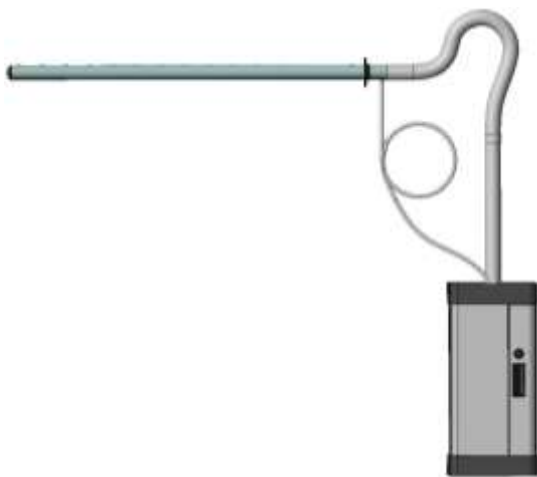
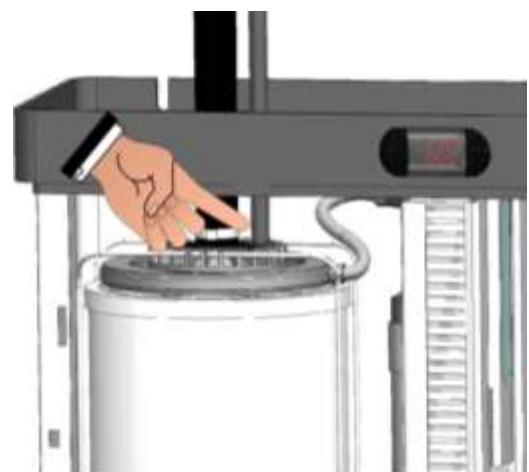

Fig.44
Fig. 45
2. Si le distributeur de vapeur est placé plus haut que l'humidificateur et que le tube de vapeur génère un siphon (fig. 44), le tube de récupération des condensats doit être installé directement dans le manchon de cylindre approprié de l'humidificateur (fig. 45) ou dans un puits de collecte d'eau. La récupération des condensats est réalisée en connectant le tube PEGO UMITUBODN10, spécifique à ce type d'application, au manchon de diamètre 10mm du distributeur de vapeur. Dans le trajet du tube de récupération des condensats, du distributeur de vapeur à l'humidificateur ou du distributeur de vapeur au puits, il est nécessaire d'effectuer un siphon avec un tour complet d'un diamètre minimum de 200mm; le siphon doit également être rempli d'eau avant l'installation. Cela empêchera la sortie de vapeur du tube de récupération des condensats (fig. 44).